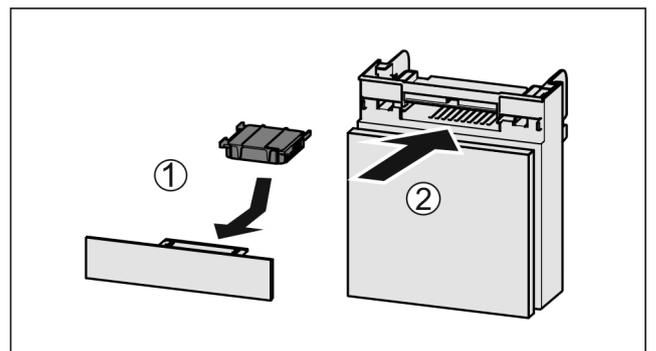

Fig. 40
- ▶ Aktivkohlefilter nach Abbildung einsetzen Fig. 40 (1).
- ▶ Fach einschieben Fig. 40 (2).